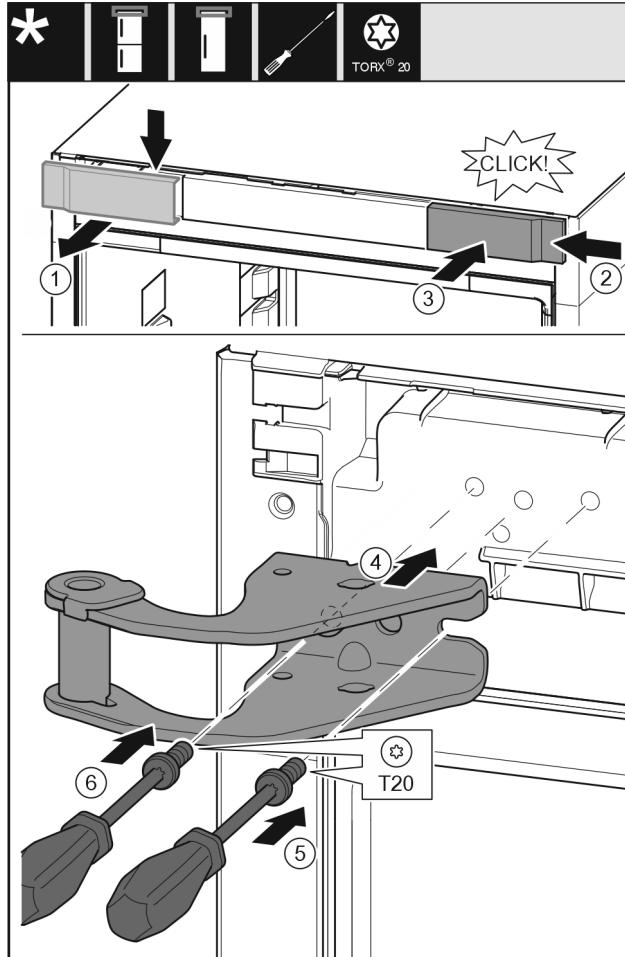

Fig. 31
- Skinite pokrov odozgo prema naprijed. Fig. 31 (1)
- Objesite pokrov okrenut za 180° na drugoj strani s desne strane. Fig. 31 (2)
- Pustite da pokrov uskoči. Fig. 31 (3)
- Postavite gornji podložak ležaja. Fig. 31 (4)
- Odvijačem T20 umetnite i pritegnite vijak. Fig. 31 (5)
- Odvijačem T20 umetnite i pritegnite vijak. Fig. 31 (6)